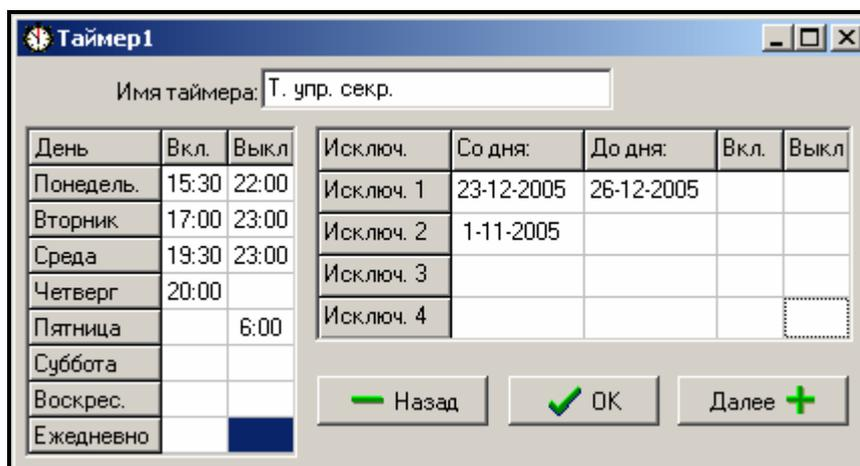

Рис. 8. Определение времени управления группами с помощью таймера.
- **Доступ по таймеру** – группа управляется пользователем, причем включение и выключение режима охраны может производиться с частотой, определяемой назначенными таймерами. В зависимости от размера ПКП можно выбрать группу 16 или 32 таймеров. Кроме этих периодов режима охраны группу невозможно включить и выключить. Например, если показанный на Рис. 8 таймер будет назначен определяющим доступ к группе "Секретариат", то включение или выключение охраны будет осуществляться по графику: в понедельник - от 16:30 до 16:45, во вторник - от 18:00 до 18:15 и т.д., за исключением периодов, указанных в таблице исключений таймера.